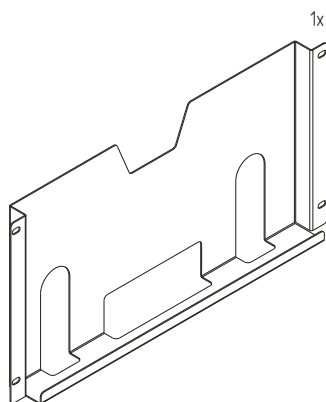

Рисунок 45
4.17.2 Проверить комплектность (рисунок 45).